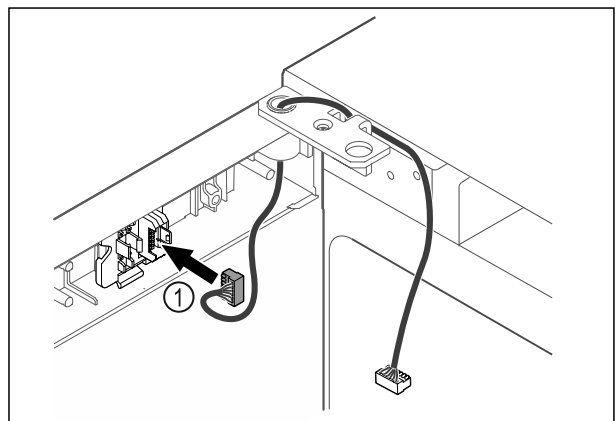

Fig. 59
- ▶ Вкарайте щекера Fig. 59 (1) в държача на щекера.